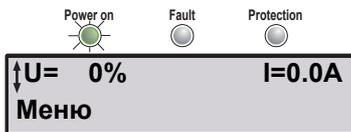

Рис. 3: Меню верхнего уровня (корневое)
9. Должен загореться зеленый СИД "Питание включено", на ЖКИ появится изображение, см. Рис. 3.